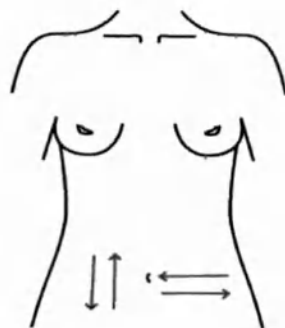

Рисунок 6
Способ использования 1: Рисунок 6
- Процедура лечения 1, линейное лечение (Рисунок 6);